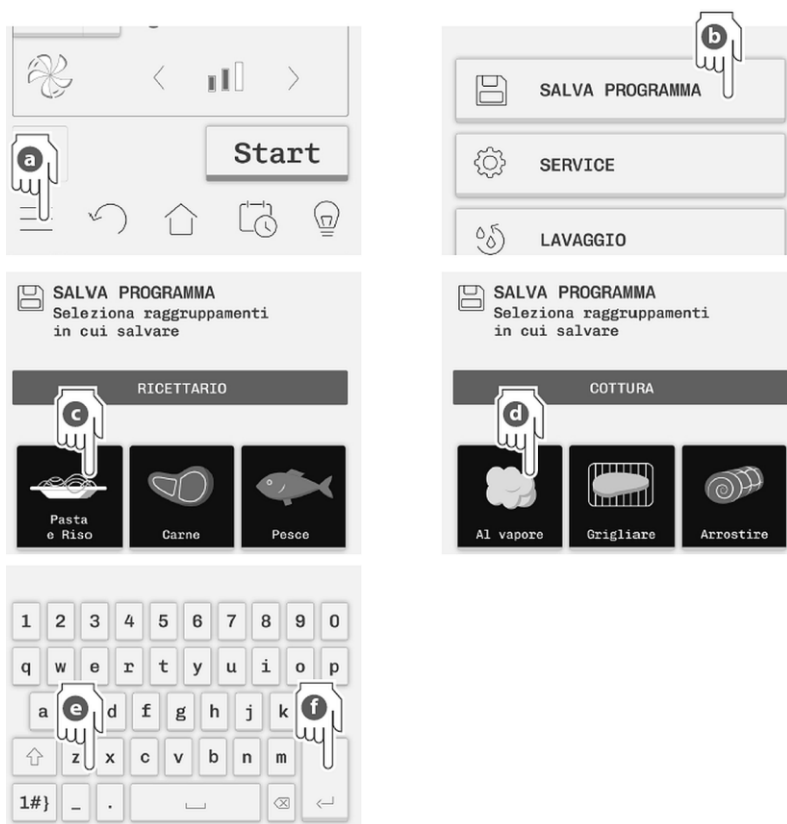

Fig. 44
1. Click the  symbol (a, Fig. 44).